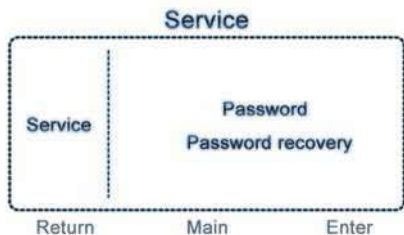
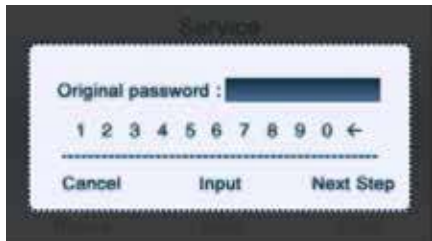
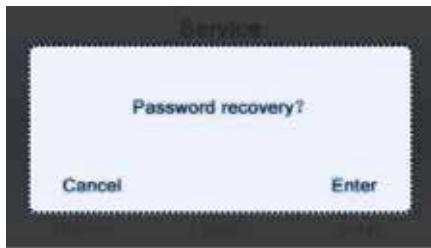

Рис. 7
Рис. 8
Рис. 12
Главный интерфейс → Меню/Menu → Другое/Other → Ввод пароля/Enter password → клавиша Enter → Сервисные настройки / Service Set → клавиша Enter. После этого на дисплей выводится окно, показанное на Рис.7.
- B. Для выбора строки «Password» (см. Рис.7) нажимайте навигационные клавиши «вверх» или «вниз». Нажмите клавишу «Enter» для перехода в окно задания пароля (см. Рис.8). Процедура задания пароля действительна только для уровня обычного пользователя.
- C. Нажимайте навигационные клавиши «влево» или «вправо» для выбора в цифровой строке необходимого значения. Чтобы зафиксировать выбранную цифру в поле действующего пароля («Original password») нажимайте клавишу «Input»/«Ввод». После окончания ввода пароля нажмите правую функциональную клавишу для перехода к следующему шагу («Next Step»). Если исходный пароль был введен неправильно, на дисплей выводится всплывающее окно с индикацией «Wrong password» (см. Рис. 9). Нажмите в этом окне клавишу «Enter» или «Cancel» для возврата к предыдущему окну (Рис. 8).
- А. В окне, показанном на Рис. 7, выберите строку восстановления пароля («Password recovery») и нажмите клавишу «Enter» для перехода в интерфейс восстановления пароля (см. Рис.12). Для отмены процедуры нажмите клавишу «Cancel» (левая функциональная клавиша), для подтверждения выполнения процедуры нажмите клавишу «Enter» (правая функциональная клавиша).